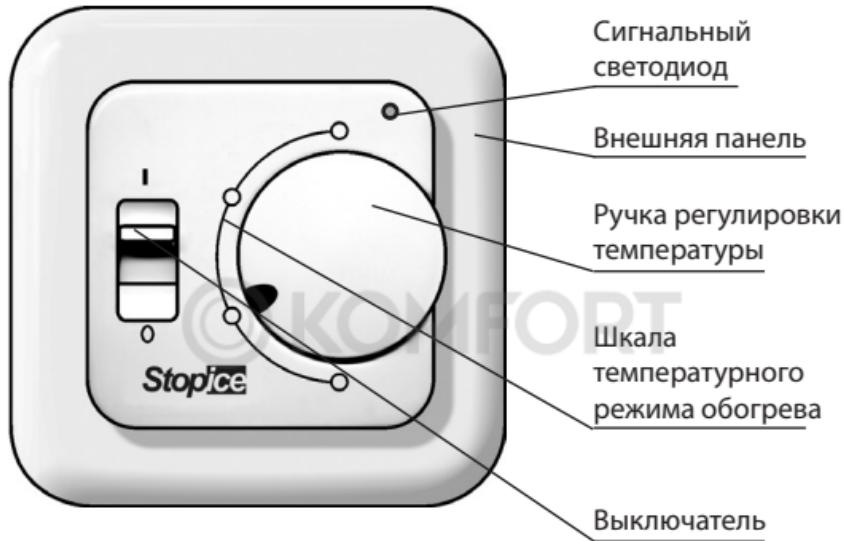

Рис. 1. Внешний вид терморегулятора
Терморегулятор оснащен выключателем, ручкой регулировки температуры и сигнальным светодиодом, показывающим включенное состояние системы обогрева (рис. 1). Установка флагка выключателя терморегулятора в верхнее положение (1) переводит прибор во включенное состояние, в нижнее положение (0) – в выключенное.